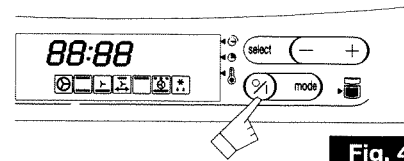

Fig. 4
1. Appuyez sur la touche  (fig. 4).